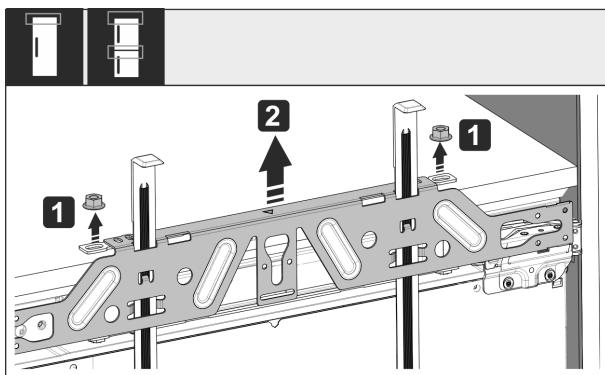

Fig. 54
- ▶ Atskrūvējiet kontruzgriežņus Fig. 54 (1).
- ▶ Noņemiet stiprinājuma šķērsi Fig. 54 (2).